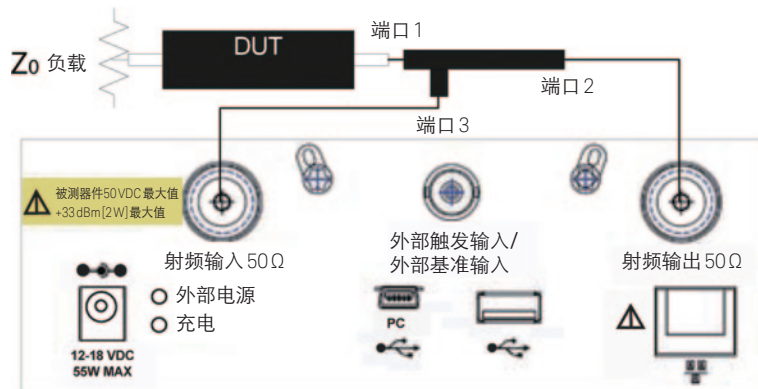

图 3. 反射系数测量设置
连接射频输出端口至定向耦合器的端口 2。连接被测器件至端口 1。连接隔离臂至射频输入端口。图 3 中，端口 2 和 3 为隔离端口；端口 1 和 3 为耦合端口，而端口 1 和 2 为直通端口对。
- 2 在测量反射系数之前，必须先确定一个基准电压，进行归一化。这里采用端接开路件形成全反射时的反射功率作为基准电压，用开路件代替图 3 中的被测器件。全反射的反射波经过定向耦合器进入到频谱仪的射频输入端口，然后进行归一化，把基准功率设置为 0 dB (全反射， $|r|=1$ ， $20 \lg 1 = 0$ dB)。在正确连接开路件并完成一次扫描后，对频谱分析仪的测量结果进行归一化：`[MEAS]>{Amplitude On}>{Normalize OFF}>{Store Ref 1->4}>{Normalize On}`。